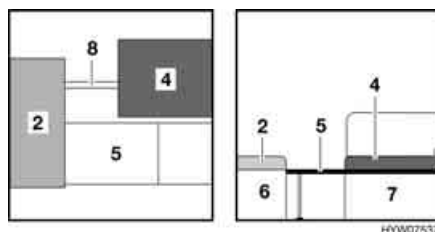

Fig. 113 Durante la trasformazione
- Estrarre la stanga del letto (Fig. 113,8) dal cassone letto del divano (Fig. 113,6).
- Sollevare le due parti ribaltabili dei cassoni del letto e agganciare la stanga del letto trasversalmente tra i due cassoni del letto (Fig. 113,6 e 7).